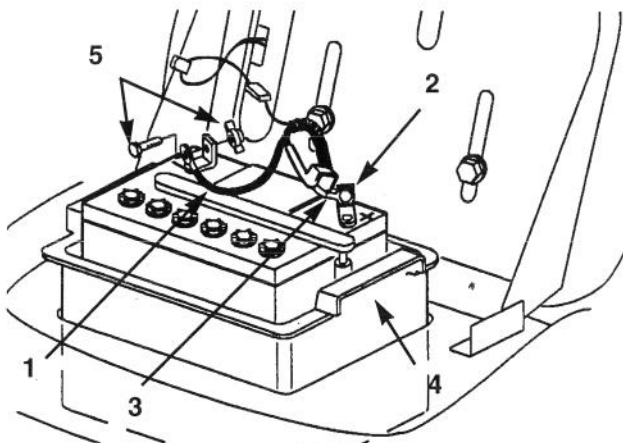

Bild 19
3. Das Minus (-)-Kabel (schwarz) vom Batteriepol abklemmen (Bild 19).
4. Die Gummikappe vom Plus (+)-Pol entfernen. Das Plus (+)-Kabel (rot) vom Batteriepol abklemmen (Bild 19).
3. Das Plus (+)-Kabel (rot) mit Schraube und Flügelmutter am Plus (+)-Pol der Batterie anklemmen (Bild 19). Die Gummikappe über den Batteriepol stülpen.
4. Das Minus (-)-Kabel (schwarz) mit Schraube und Flügelmutter am Minus (-)-Pol der Batterie anklemmen (Bild 19).